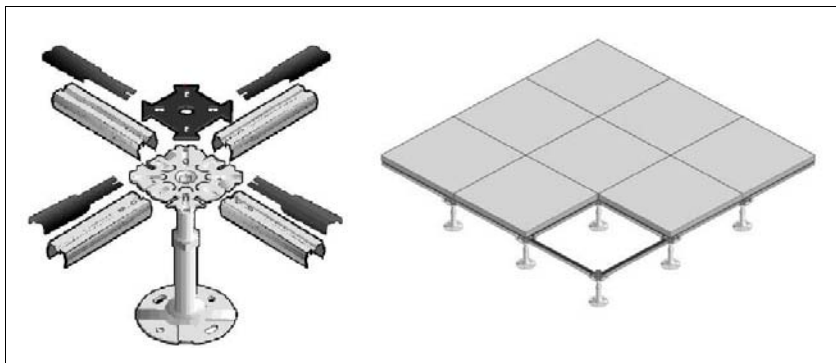

Рис. 10.3. Структура TF3/ST1
- Структура TF3/ST1 со стрингерами. Эта модульная структура полностью изготовлена из оцинкованного железа. Она реализуется с низко закрепленными стрингерами, открытым сечением $18 \times 30 \times 18$ мм и толщиной 1 мм. Стрингеры при этом не только увеличивают допустимую нагрузку, но и гарантируют стабильность опор. Данная структура предназначена для применения в офисах со средними нагрузками на полы. Возможно использование панелей из дерева толщиной 28 мм, покрытых снизу оцинкованным железом, или панелей из минераловолокнистого материала толщиной 30 мм (рис. 10.3).